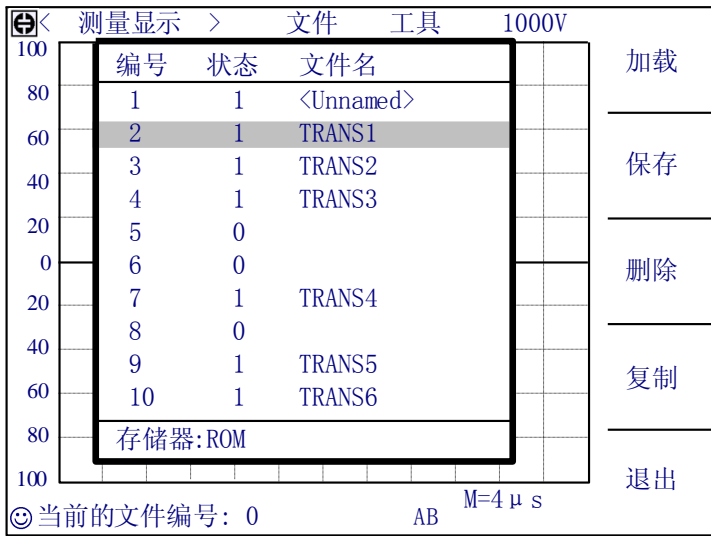

图 4-7 文件管理操作页面
移动反白条到文件区域，选择文件管理软键，进入文件管理功能。参考图 4-7，编号表示文件文件序号，1-60 是内部文件，61-560 是优盘存储的文件；状态表示该编号的文件是否存在，“1”表示文件存在，“0”表示不存在；文件名则是用户在保存文件时候的命名，如果用户在保存文件时没有输入文件名而直接按下 **ENTER** 键，那么此文件将以<Unnamed>命名。在信息提示区域，显示仪器当前使用的文件编号，如果是 0，则说明仪器还未调用文件，或还未保存为文件。**保存文件后，文件编号自动指向文件保存的位置。**
- **加载** 用来加载一个已保存在内部非易失性存储器中或优盘中的文件，如图 4-7 所示，使用上下方向键选择文件，选中需要的文件，按下 **加载** 软键，再按 **是** 软键加载此文件，如果想退出加载文件，按 **否** 软键。